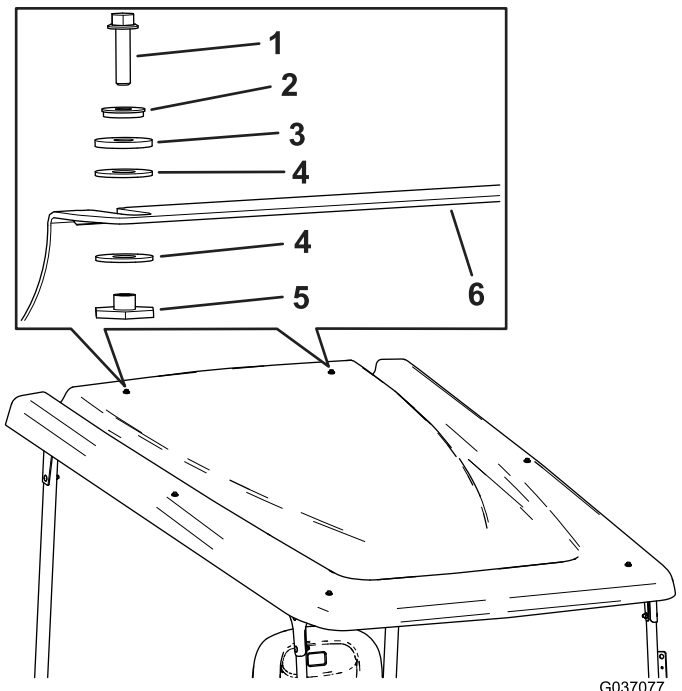

Bild 16
17. Befestigen Sie das Sonnendach mit zwei Sechskantbundkopfschrauben ($\frac{1}{4}$ " x 1"), zwei Dichtungsscheiben, zwei Reibscheiben, vier Kunststoffscheiben und zwei Bundbüchsen an der hinteren Querverbindung (**Bild 16**).